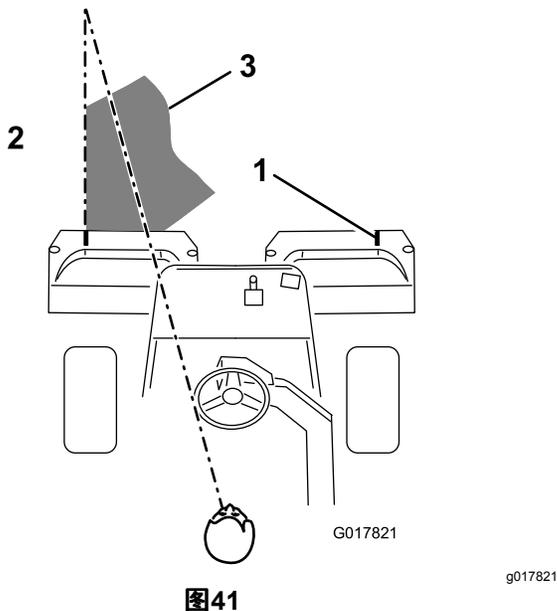

图41
3. 掉头回来的下一道、请与前一道保持最小的交叠量。为了保持以直线方式穿过果岭、并使得机器与此前剪草的边缘保持等距、请在机器前到果岭未剪部分的边缘虚构一条长约1.83m的视线图41。有人发现将方向盘的外缘看作视线的一部分非常有用即让方向盘边缘对准与机器前面始终保持等距的某个点图41。